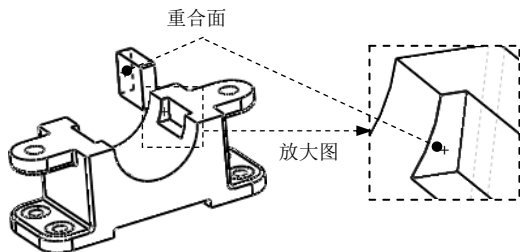

图 7.11.8 选取重合面（一）
③ 添加“重合”配合。操作方法参照上一步，重合面如图 7.11.8 所示。